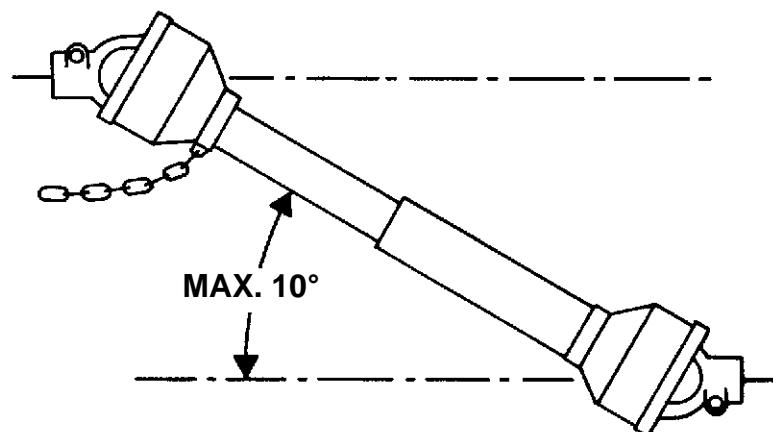

Fig. 5
- 41)** Disinserire, sempre, la presa di forza quando l'albero cardanico fa un angolo troppo aperto (mai oltre i 10 gradi - Fig. 5) e quando non viene usata.
- 41)** Kobl altid kraftudtaget fra, når kardanakslen er indstillet til en for åben vinkel (aldrig mere end 10 grader Fig. 5) og når det ikke bruges.
- 41)** Koppla alltid ifrån kraftuttagsdrivningen när kraftöverföringsaxelns vinkel blir för stor (över 10 grader - Fig.5) och när maskinen inte ska arbeta.